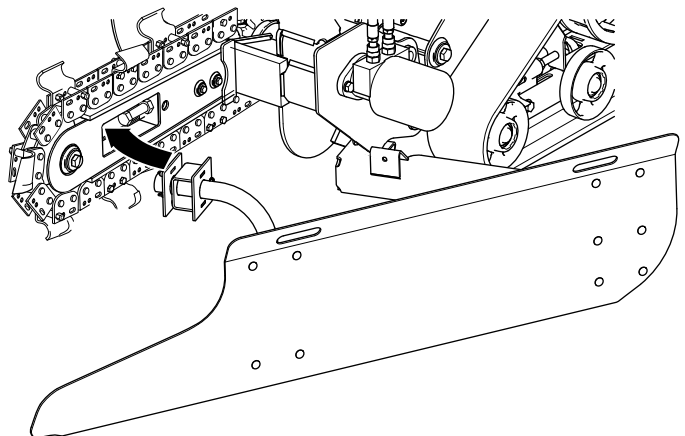

Figura 5
4. Spostate la lama a destra, inserendo la staffa di montaggio anteriore nell'apertura della barra (Figura 5).